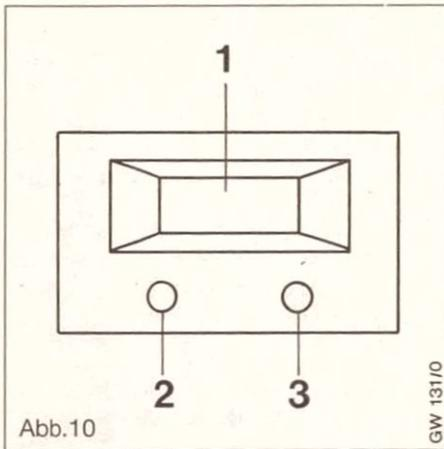
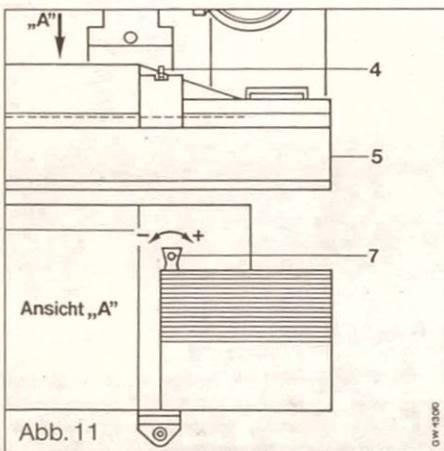

Abb. 10
Abb. 11
Das Gerät ist werkseitig auf die größte Wärmeleistung eingestellt (Potentiometer (7) gegen Rechtsanschlag - entspricht Displaywert 80, siehe Abb. 10, S. 15).
- Die beiden unter dem Display (1; Abb. 10, Seite 15) befindlichen Taster (2 und 3) mit Hilfe von Kugelschreibern o.ä. **gleichzeitig** kurz betätigen (im Display erscheint die Anzeige d0).
- Durch Betätigung des rechten Tasters (3) erfolgt im Display die Anzeige „80“.
- Unverlierbare Schraube (4; Abb. 11, Seite 15) lösen und Schaltkasten (5) nach vorn herausklappen. Rückwand nicht abnehmen.